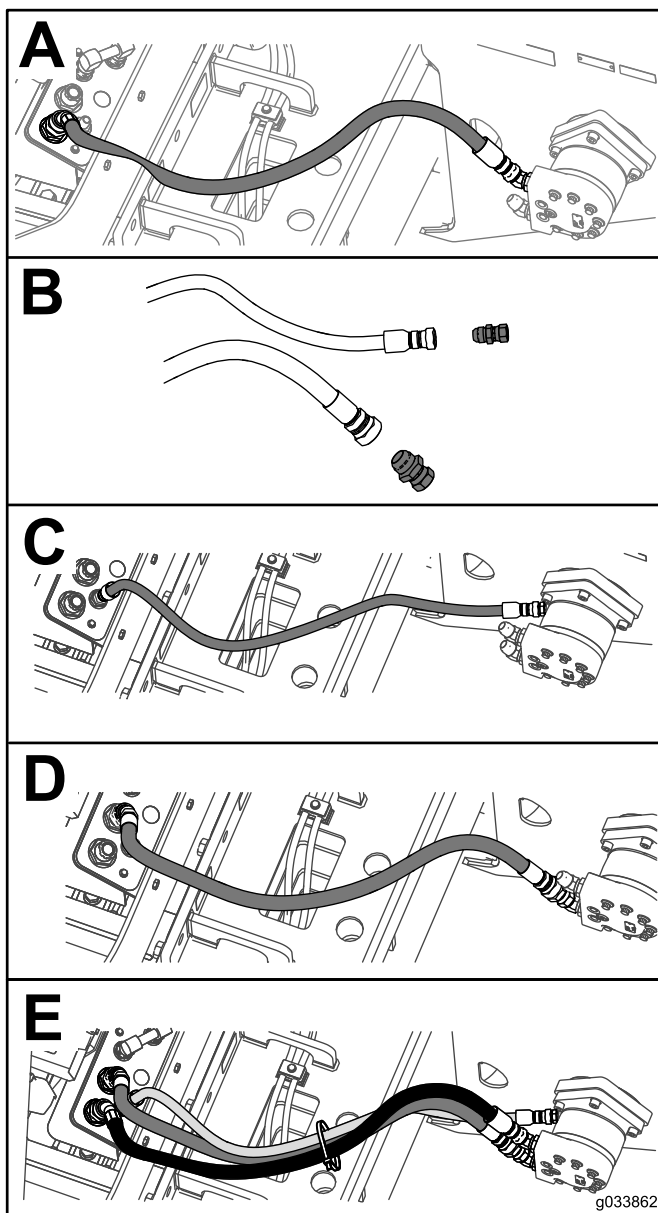

図 12
1. 127cmのホースをF12フィッティングに 図 12のAのように取り付ける。
4. F16フィッティングに接続した127cmのホースに縮径アダプタを 図 12のBのように取り付ける。
6. 117cmのホースに別の縮径アダプタを 図 12のBのように取り付ける。
8. もう1本の127cmホースF12フィッティングを 図 12のCのように取り付ける。
11. 117cmのホースを 図 12のDのように取り付ける。
14. 各ホースをケーブルタイで固定する 図 12のE。